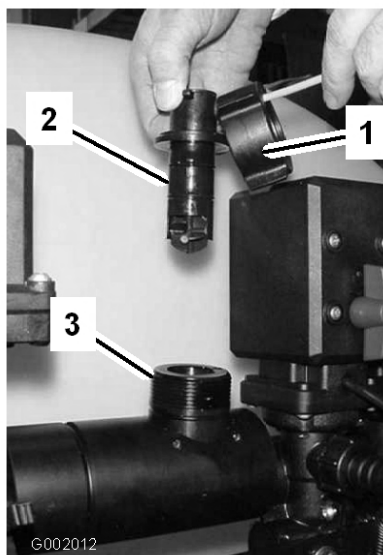

Figura 71
2. Retirar a cobertura de suporte do corpo do fluxímetro (Figura 71).